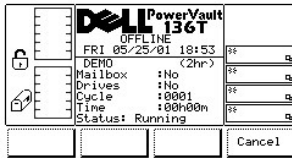

図 111. Service > Library > Exercise > Demo Using Time > Execution ダイアログ
- 1 OK ソフトキーの下にあるボタンを押すと、フィールドの値が適用され、デモが開始されます。図 111 を参照してください。